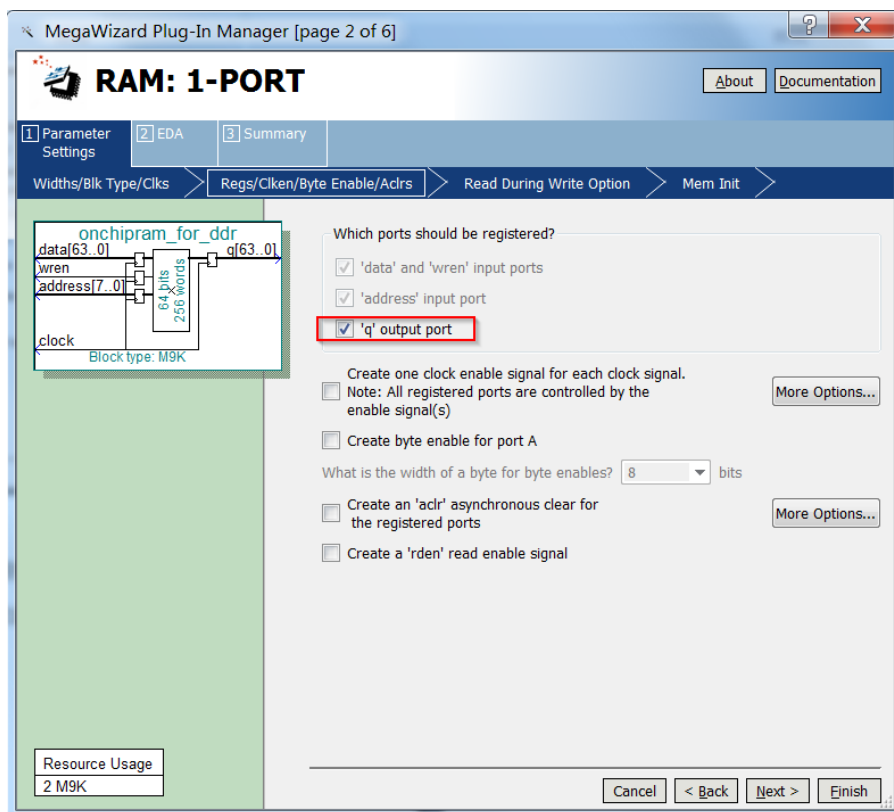

图 5 RAM 参数设置 2
⑤ 如图 5 所示，在第二个配置页面 “Parameter Settings →